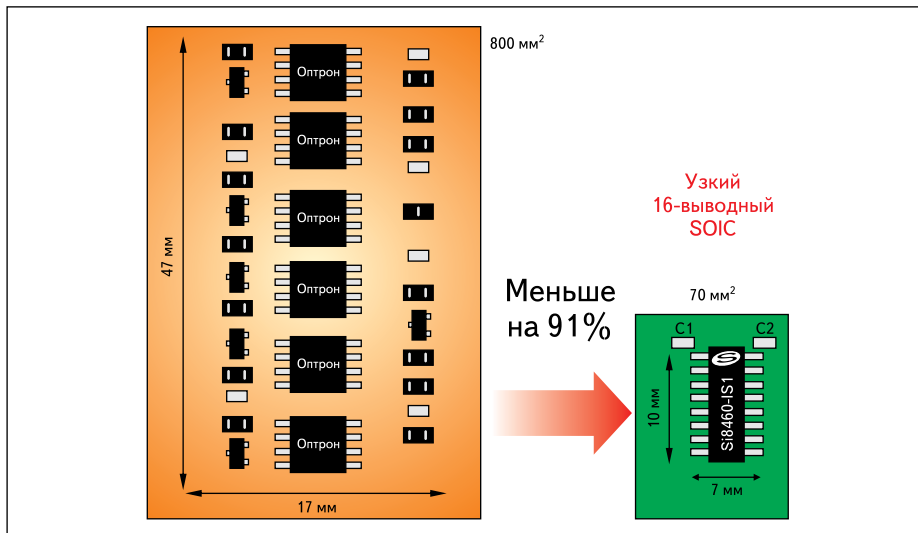

Рис. 4. Реализация шестиканальной гальванической развязки на оптронах и Si84xx
1. Реализация изоляции на цифровых изоляторах Silicon Labs заметно компактнее в сравнении с оптронной развязкой (рис. 4).